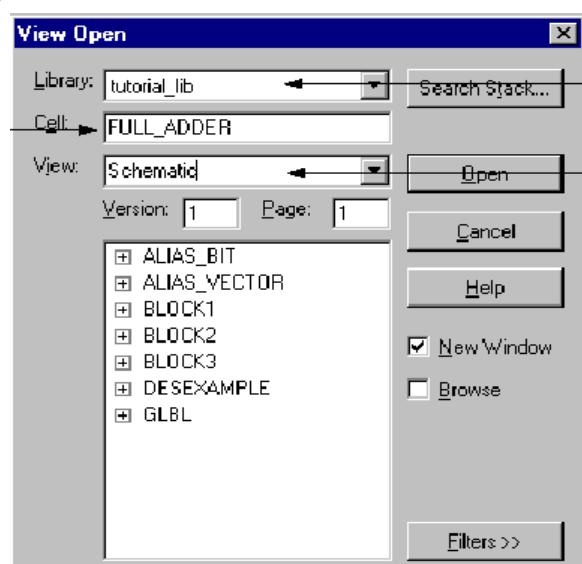

图 3.25
3. 选择 Schematic 作为 View, 如图 3.25。